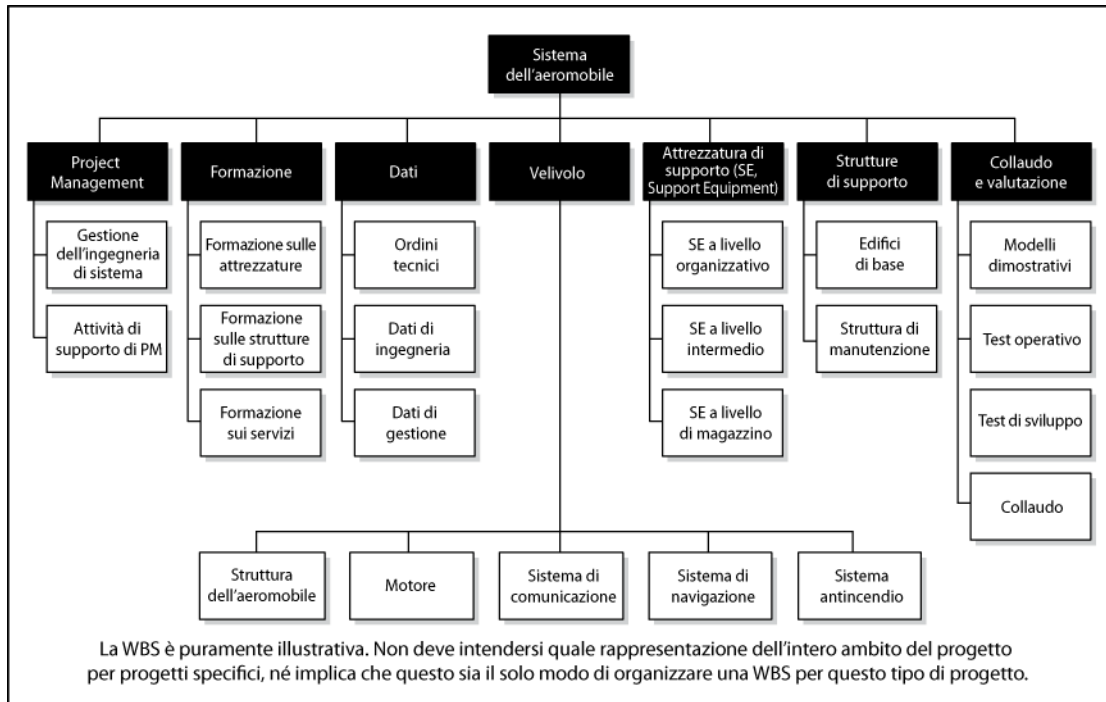

Figura 5-10. Esempio di WBS con i principali deliverable
- Usando i principali deliverable come primo livello di scomposizione, come mostrato in Figura 5-10;